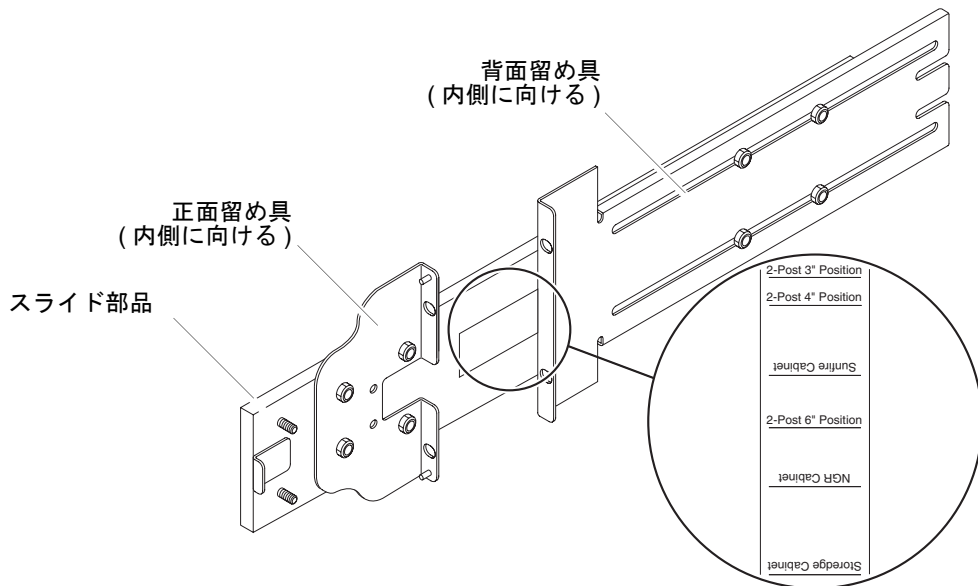

図 1-3 2 ポスト用に変更したレール部品
2 ポストに取り付ける場合は、レール部品を分解して、組み立て直すことができます (図 1-3)。レール部品は、ポストの奥行が 7.5 ~ 15.0 cm (3 ~ 6 インチ) の 19 インチの 2 ポストトラックに合うように調節できます。
3. 正面留め具を 180 度回転させ、内側に向けて固定します (図 1-3)。
5. 背面留め具を 180 度回転させ、内側に向けて固定します (図 1-3)。